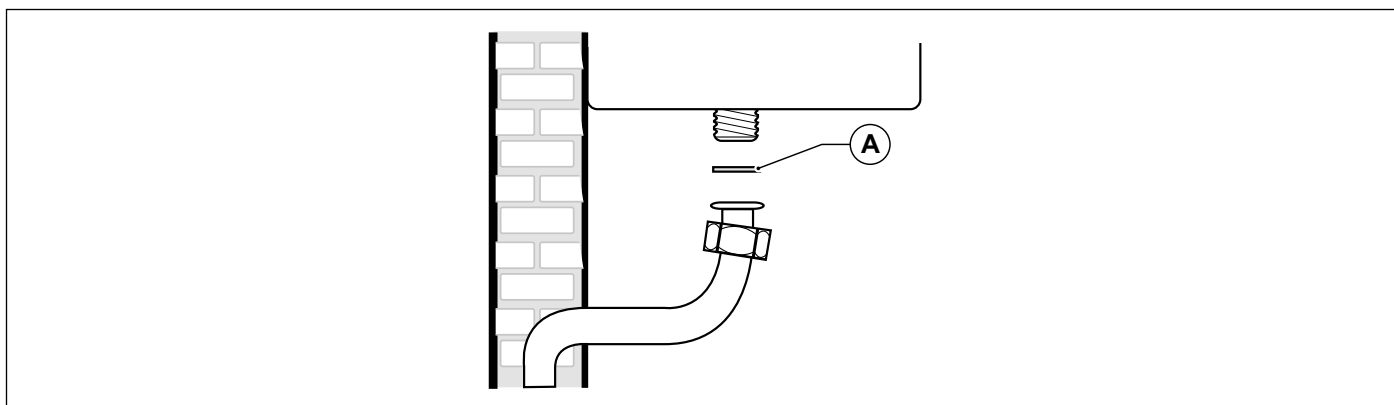

Fig. 21 Raccordement au réseau du gaz
Pour brancher la connexion de gaz de la chaudière à la tuyauterie d'alimentation, IL EST OBLIGATOIRE d'interposer un joint (A) de butée étanche ayant les dimensions adéquates et d'un matériau approprié (voir Fig. 21 Raccordement au réseau du gaz).